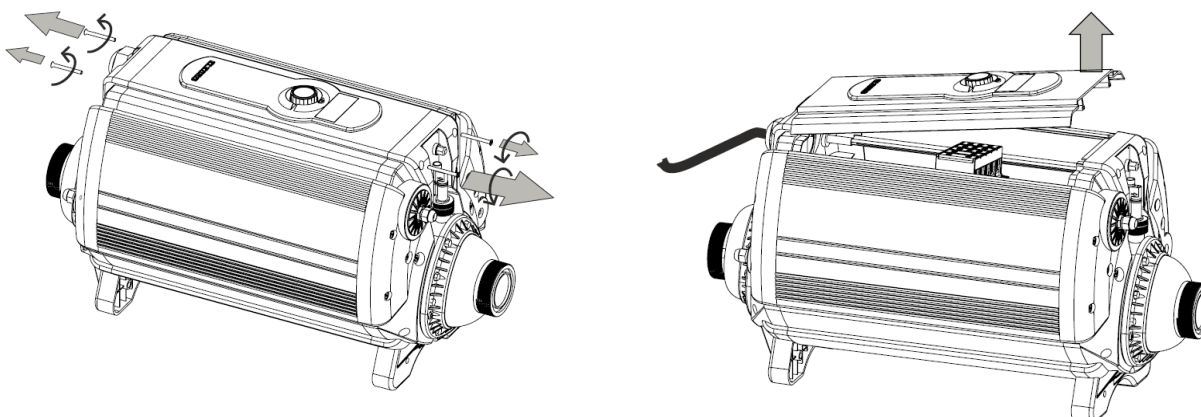

Рисунок 4
- Чтобы присоединить кабель питания, снимите крышку (см. рисунок 4).